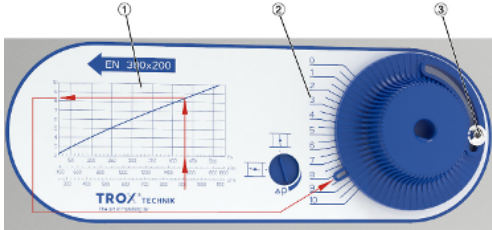

Abb. 15: Volumenstrom einstellen
1. ▶ Mit Hilfe der Volumenstromskala (Abb. 15/1) den Einstellwert (1-10) für den gewünschten Volumenstrom (l/s, m³/h, oder cfm) ermitteln.
2. ▶ Innensechskantschraube (M5x12 / SW3) (Abb. 15/3) lösen.
3. ▶ Handrad auf den ermittelten Wert der Einstellskala (Abb. 15/2) einstellen und mit der Innensechskantschraube (Abb. 15/3) fixieren.